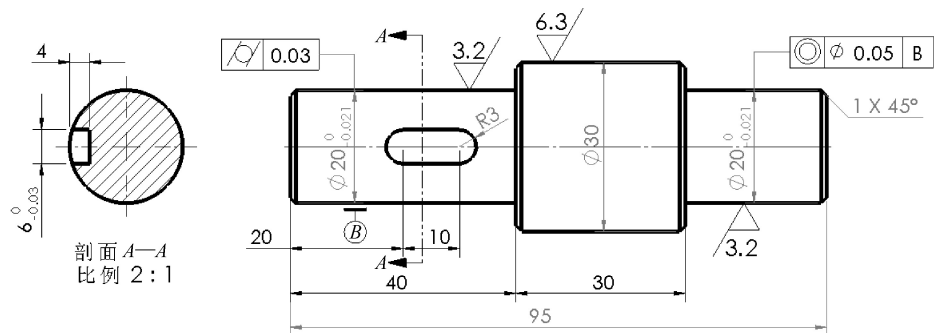

图 8-90 在工程图中标注基准特征
- [2] 在工程图中标注基准特征, 如图 8-90 所示。